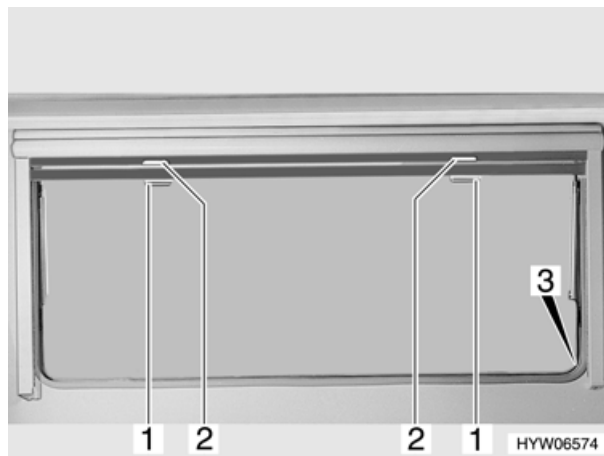

Fig. 25 Finestra apribile
- Tirare verso il basso l'oscurante a rullo accompagnandolo con la maniglia (Fig. 25,2). Quando si chiude completamente l'oscurante a rullo esso va agganciato da entrambi i lati del telaio della finestra nell'apposito elemento di fissaggio (Fig. 25,3).
- Quando l'oscurante a rullo è completamente chiuso: spingere la maniglia (Fig. 25,2) verso il basso ribaltandola leggermente in avanti. Sganciare l'oscurante a rullo dagli elementi di fissaggio a destra e a sinistra del telaio della finestra.
- Tirare la maniglia (Fig. 25,1) della zanzariera a rullo verso il basso e agganciarla all'elemento di fissaggio (Fig. 25,3) su entrambi i lati del telaio della finestra.
- Spingere la maniglia (Fig. 25,1) verso il basso ribaltandola leggermente in avanti. Sganciare la zanzariera a rullo dagli elementi di fissaggio a destra e a sinistra del telaio della finestra.